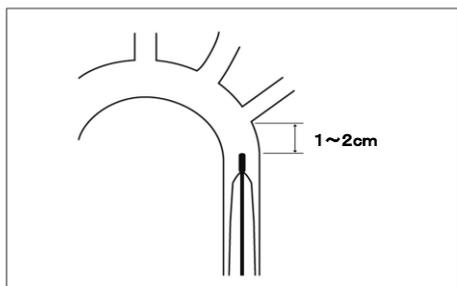
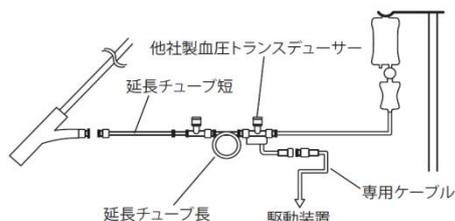

図 4. バルーン先端位置
図 5. 血圧モニタリング接続
(15) X線透視下でガイドワイヤ先端とバルーン先端を確認しながら、ガイドワイヤに沿って IAB カテーテルを進めバルーンの先端を大動脈弓部の直下に位置させる。(図4参照)
(16) 手順(17)に進む。	(16) バルーン部が全てシースから出たことを以下の要領で確認する。IAB カテーテルの深度マーカ(バルーンに一番近い巾巾のマーカ、またはそれ以降のマーカ)がシース内に入っていること。
(17) IAB カテーテルの位置を決めたら、ガイドワイヤを抜去する。
(18) 三方活栓と血圧モニタリングラインを IAB カテーテルのセントラルーメン後端に接続する。血液を3mL吸引した後、IAB カテーテルのセントラルーメンを3~5mLの滅菌生理食塩水でフラッシュする。
(19) 標準的な持続注入機構の付いた圧力モニタリングセットと、血圧モニタリングラインを接続する。(図5参照)